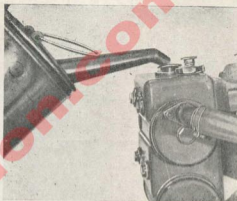

Fig. 16. Rellenando refrigerador
- Nivel de agua dulce en el refrigerador. Si faltara una cantidad muy importante hay que pensar en un escape en el circuito de refrigeración. Rellene siempre con agua limpia (fig. 16).